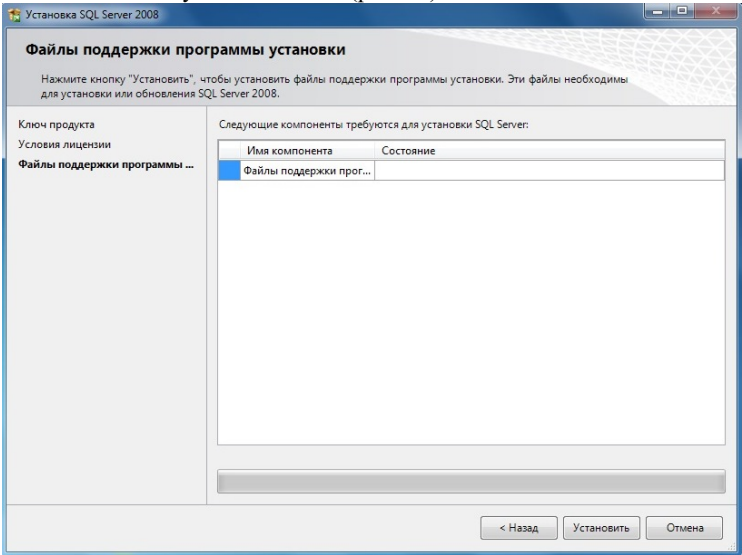

рис. 30
2.8 Нажать кнопку «Установить» (рис. 30):